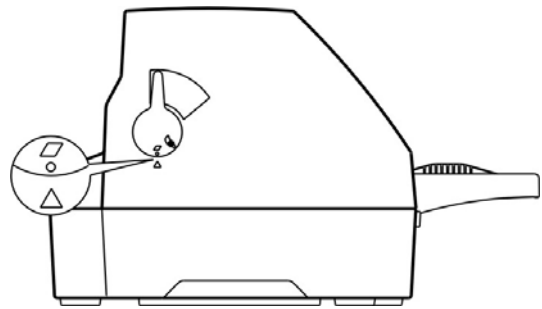

图 3-2 设定单页/连续纸进纸选择杆位置（单页纸）
2. 将单页/连续纸进纸选择杆置于单页进纸方式位置。如图 3-2 所示，确保单页纸符号对准上壳的“△”标志。